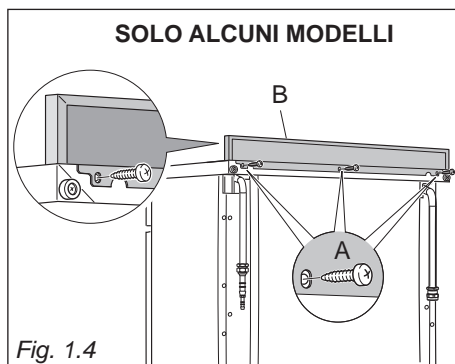

Fig. 1.4
Prima di installare la cucina montare l'alzatina "B" (fig. 1.4).
- Svitare le viti di fissaggio "A" (fig. 1.4).
- Applicare l'alzatina come evidenziato in figura e fissarla rimontando le viti "A" (fig. 1.4).